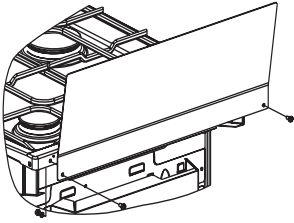

рис. 1
пляется перед установкой плиты (рис.1).
- **Установка щитка** на плиты моделей КМ341 301, КМ341 304, КМ341 321, КМ341 322, КМ341 324. Установку щитка производить путем крепления к столу двумя винтами и гайками (см. рис. 1). Винты и гайки для крепления щитка находятся в пакете с комплектующими.